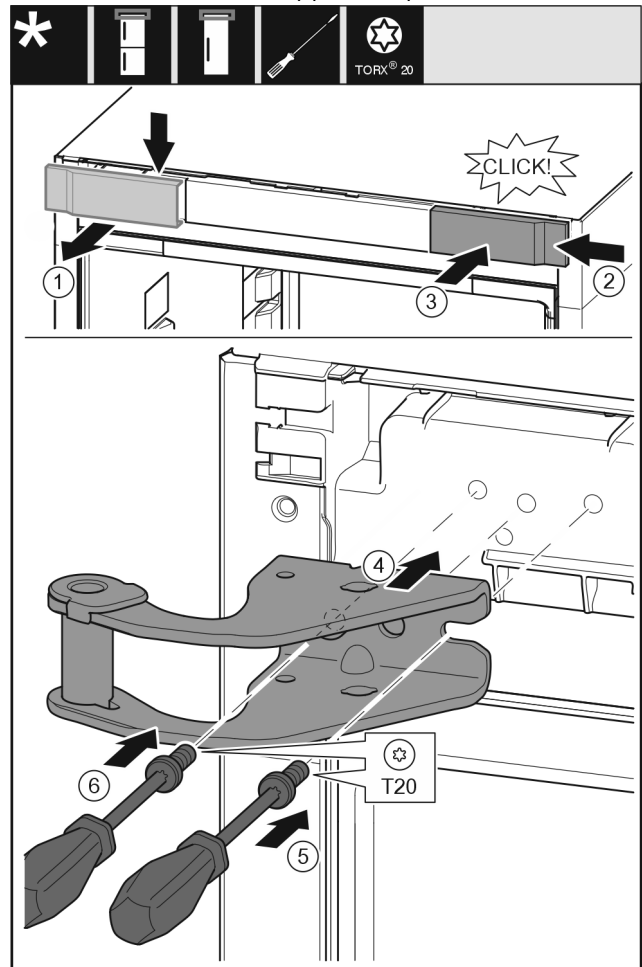

Fig. 10
- ▶ Retirer le cache du haut vers l'avant. Fig. 10 (1)
- ▶ Accrocher le cache tourné de 180° de l'autre côté à droite. Fig. 10 (2)
- ▶ Encliqueter le cache. Fig. 10 (3)
- ▶ Mettre en place le support de palier supérieur. *Fig. 10 (4)*
- ▶ Mettre en place la vis avec un tournevis T20 et la serrer. *Fig. 10 (5)*
- ▶ Mettre en place la vis avec un tournevis T20 et la serrer. *Fig. 10 (6)*